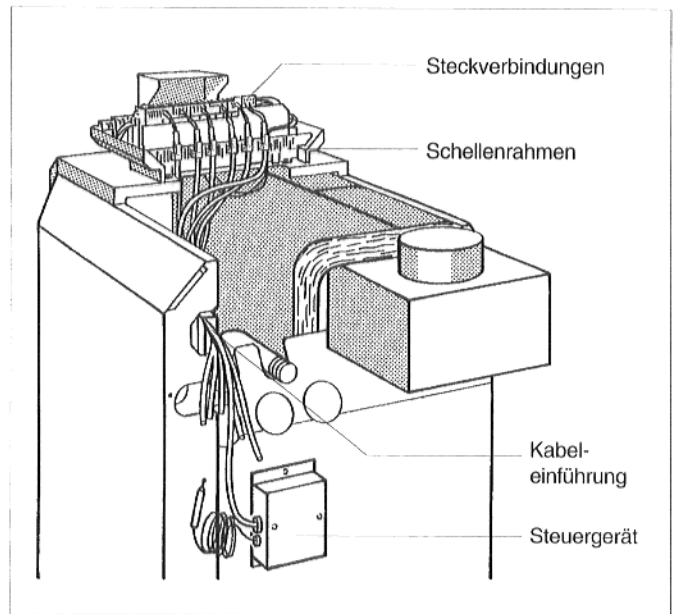

Abb. 2: Position Steuergerät G124 X
5. Steuergerät der Abgasüberwachung an der Rückwand mit zwei beiliegenden Blechschauben anschrauben - bei G124 X oben und unten, bei G124 XV links und rechts anschrauben (Abb. 2 und 3).
6. Anschlußleitung durch die Kabeleinführung in der Kesselrückwand zum Regelgerät führen (Abb. 2).
7. Steckverbindung (Abb. 2) nach Schaltplan herstellen.
8. Anschlußleitung mit Kabelschelle sichern: Kabelschelle mit eingelegter Leitung von oben in die Schlitze des Schellenrahmens (Abb. 2) einsetzen; der Steg des Hebels muß dabei nach oben zeigen. Kabelschelle herunterschieben und gegendrücken. Hebel nach oben umlegen.